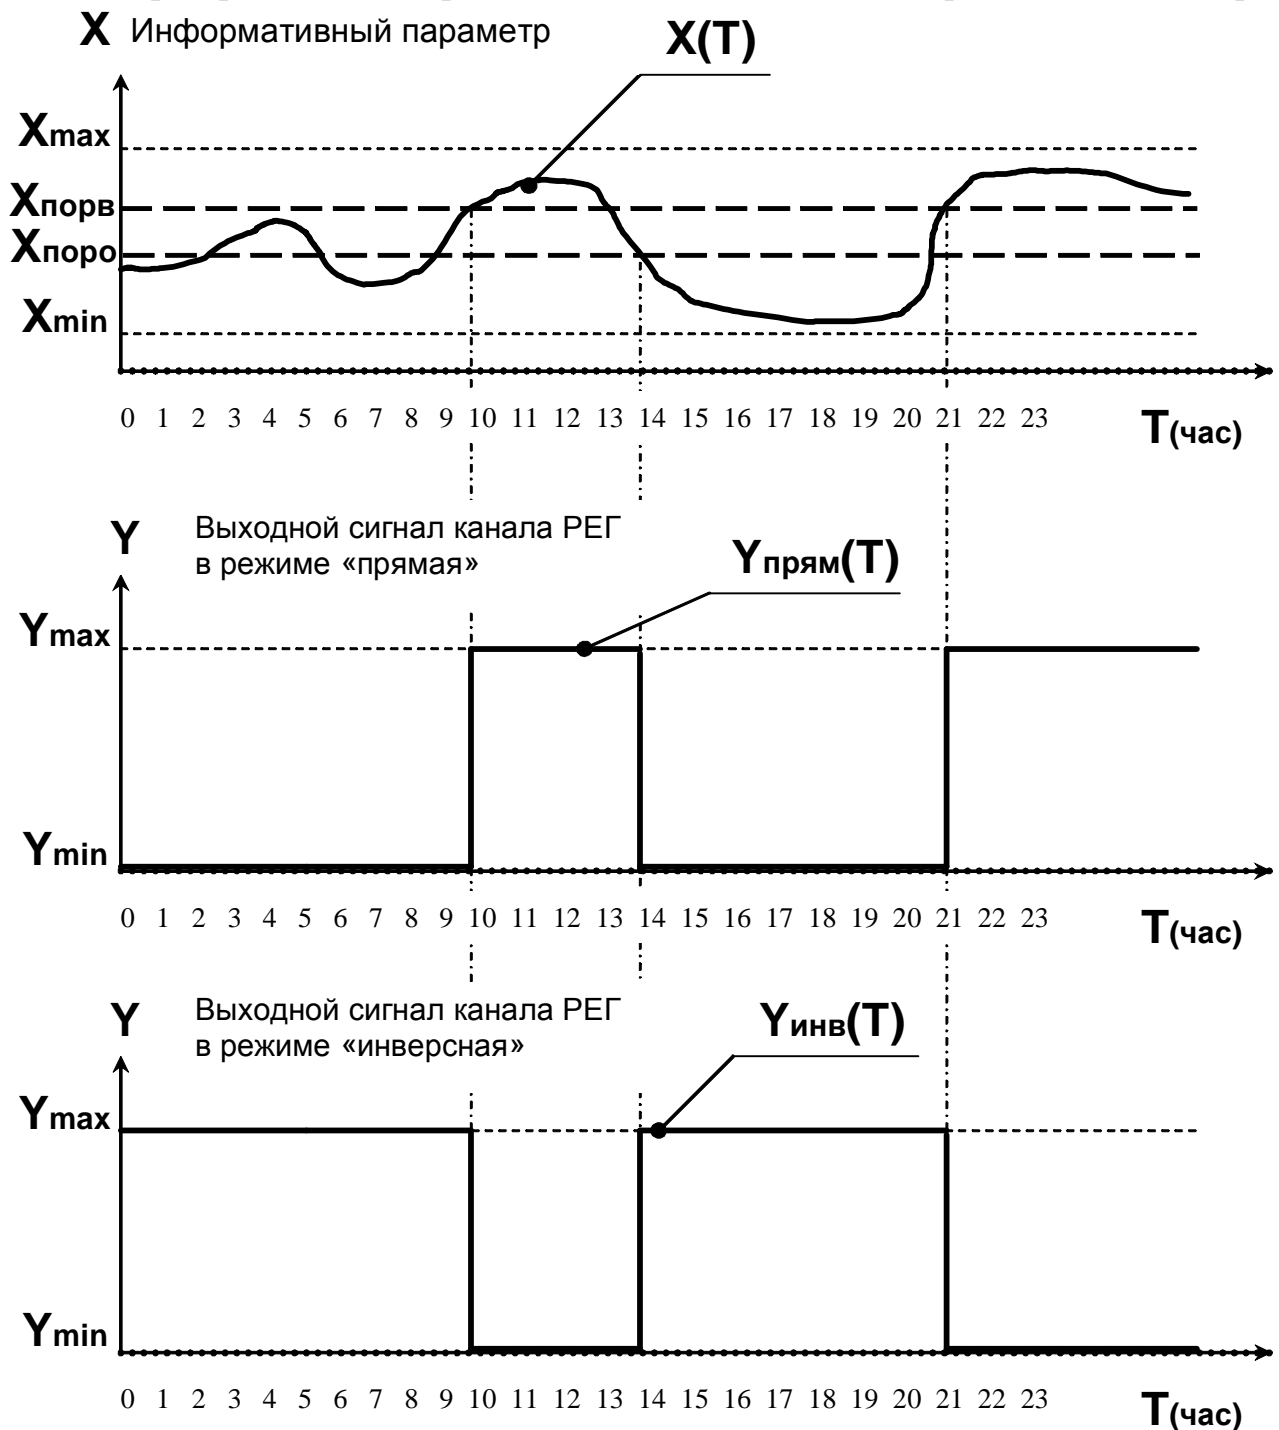

Рис. 6.2.
Работа РЕГ в режиме формирования пороговых выходных сигналов, являющихся результатом сравнения текущих значений информативного параметра X со значением двух порогов – порога включения $X_{\text{порв}}$ и порога выключения $X_{\text{поро}}$. Это проиллюстрировано на рис. 6.2. Значение порогов вводится при начальном конфигурировании соответствующих каналов.
6.4.1. В РЕГ предусмотрено две характеристики порогового сигнала – прямая и инверсная (см. графики на рис. 6.2).